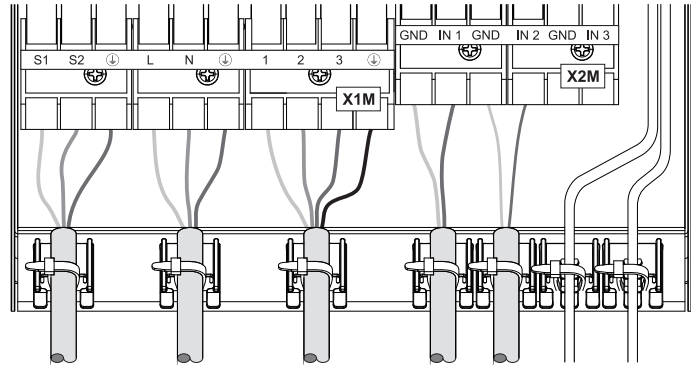

Bild 3-8 Zugentlastung durch Kabelbinder
- Für alle an die DAIKIN EKHP angeschlossenen Kabel muss im Regelungsgehäuse mittels Kabelbinder eine wirksame Zugentlastung sichergestellt werden (siehe Bild 3-8 bis 3-10).